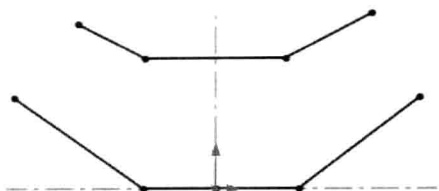

图 3.3 绘制的直线
(2) 绘制直线。选择下拉菜单 **工具(T)** → **草图绘制实体(E)** → **直线(L)** 命令,在图形区中绘制图 3.3 所示的直线。